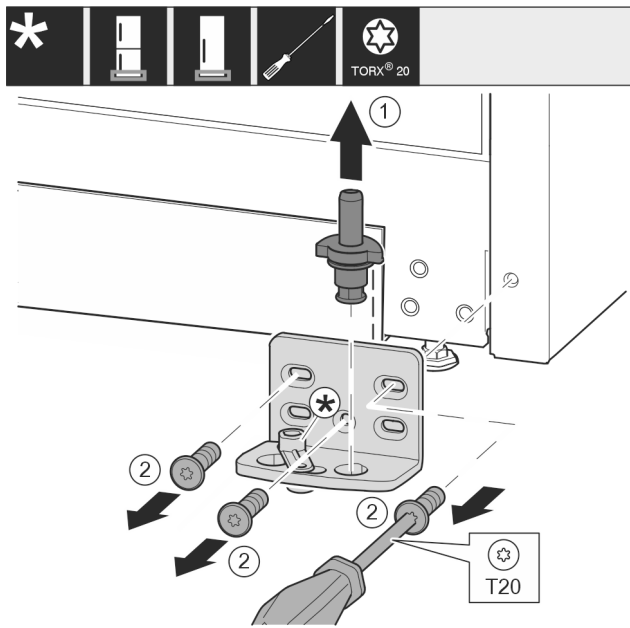

Fig. 15
- Lagerbout Fig. 15 (1) volledig naar boven toe wegtrekken.
- Schroeven Fig. 15 (2) met schroevendraaier er uit draaien en het lagerbok wegnemen.